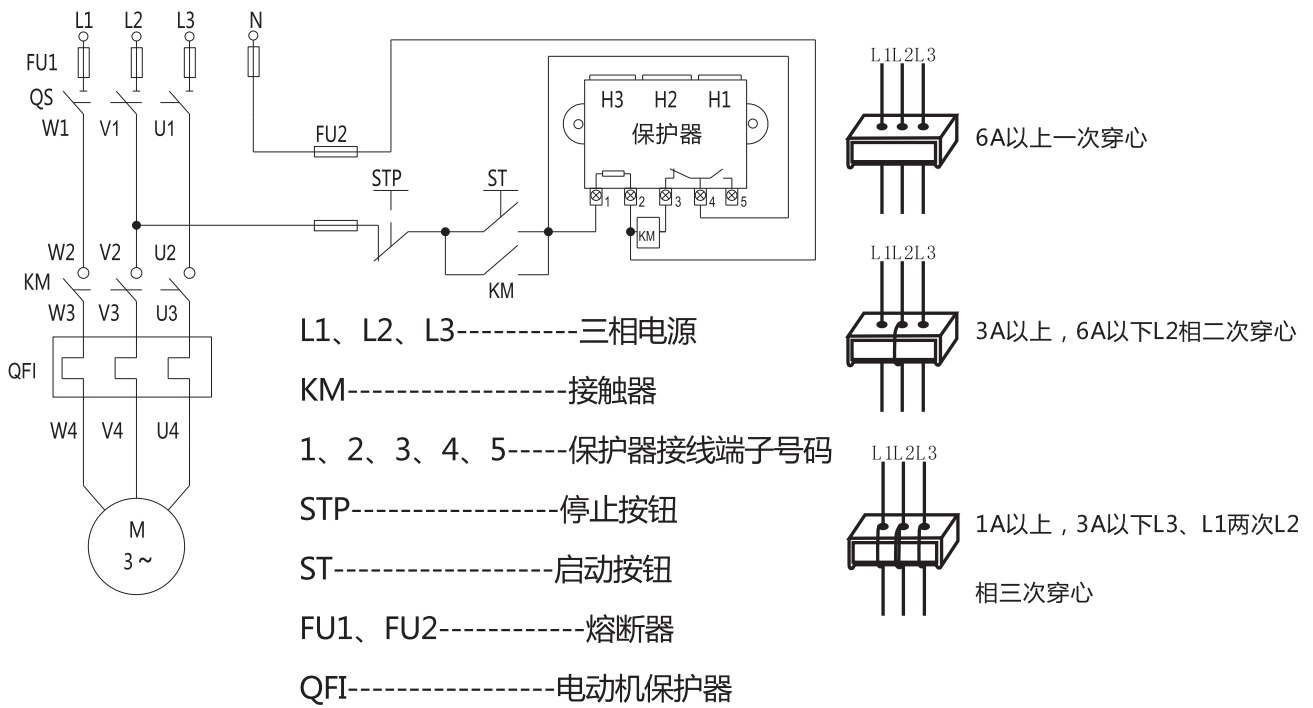
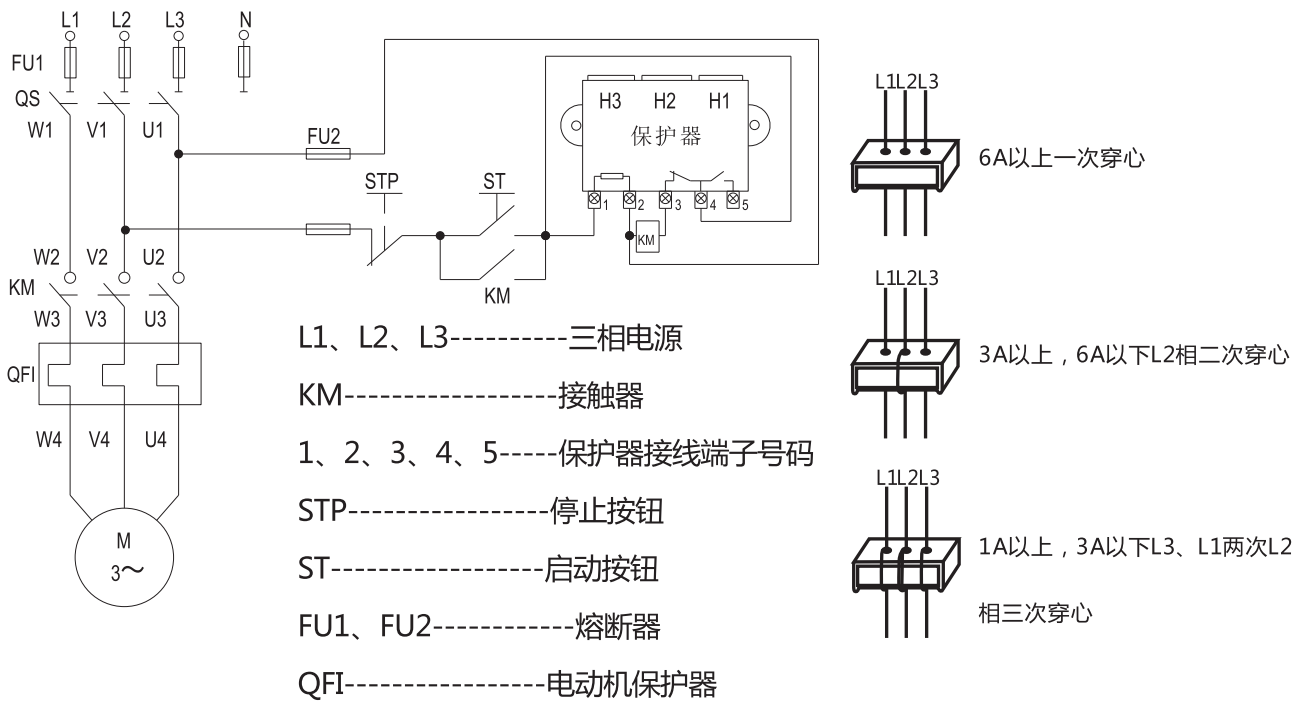

图2 控制电源电压AC220V接线图
图3 控制电源电压AC380V接线图
6.2 至负载交流接触器的三条主线路分别穿过保护器的导线孔H1、H2、H3与电动机进线连接，见图2、图3，对电流小于6A的电动机要将三相电源线分别同方向穿绕保护器导线孔几圈。穿过保护器导线孔最低信号电流与穿孔圈数之积要大于3A。
9、保护器系列产品接线图(见图2~图3)
9.1 控制电源电压AC220V接线图(见图2)
9.2 控制电源电压AC380V接线图(见图3)